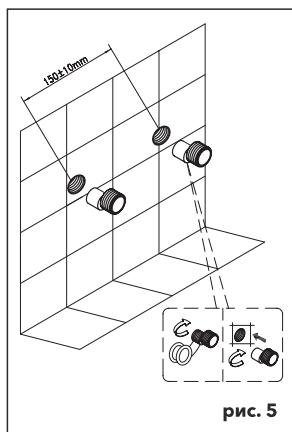

рис. 5
3. Ввинтите эксцентрические переходы в выходы трубопроводов системы водоснабжения, предварительно уплотнив резьбовую часть изоляционным материалом и обеспечив расстояние 150 мм между осями эксцентриков. При этом положение смесителя должно быть горизонтальным (Рисунок 5).